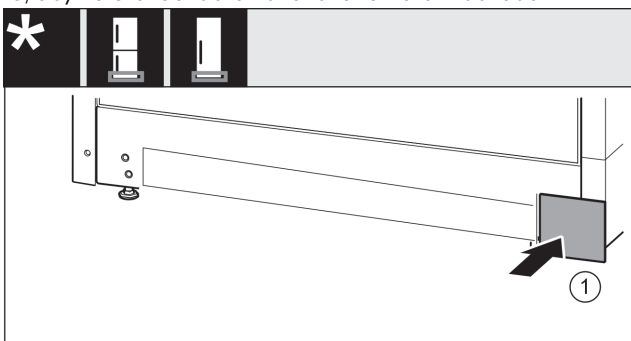

Fig. 16
- Nasadte kryt Fig. 16 (1) opäť na druhej strane.